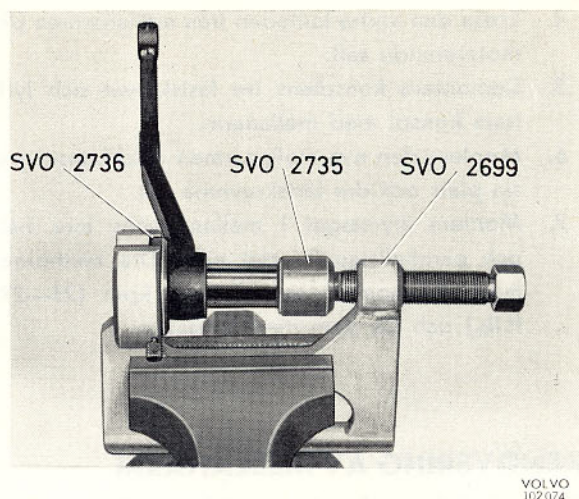

Bild 66. Montering av bussning
4. Vänd mellanarmen och pressa i den nya bussningen med SVO 2699+SVO 2736 samt dorn SVO 2735 (bild 66).
5. Sätt mellanarmen på plats, montera brickan (7) och muttern.